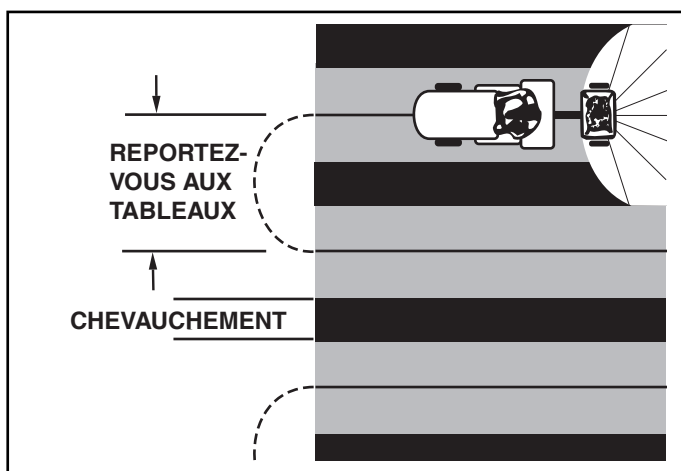

FIGURE 17
10. Pour une couverture optimale et afin d'éviter de manquer des zones ou de laisser des traces de passages, chevauchez les traces précédentes comme illustré à la figure 17. Les portées approximatives des différentes matières sont indiquées dans le tableau des débits de cette page.